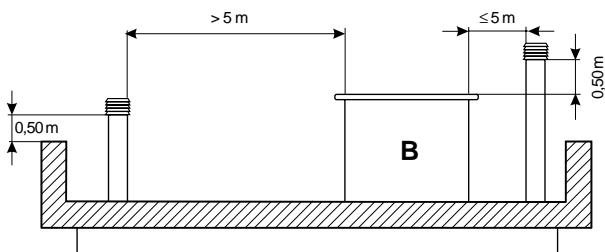
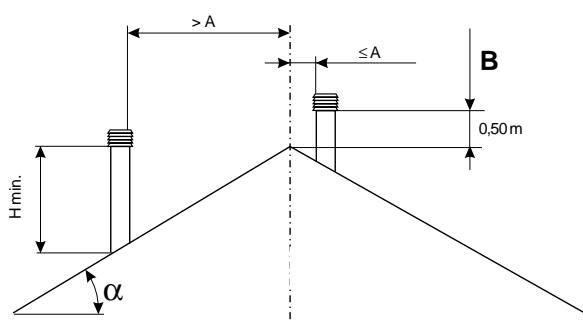

Fig. 5.2.4
Fig. 5.2.5
• In figura 5.2.4 (TETTO PIANO; B volume tecnico) e fig. 5.2.5 (TETTO INCLINATO; B oltre il colmo) vengono visualizzati i dati della tabella delle prescrizioni UNI 10683/98 relative alle distanze e al posizionamento dei comignoli.
- the data in the table of the UNI 10683/98 rules regarding distances and positioning of chimney tops are given in Fig. 5.2.4 (FLAT ROOF ; **B** Technical volume) and Fig. 5.2.5 (SLOPING ROOF ; **B** Above the ridge cap).